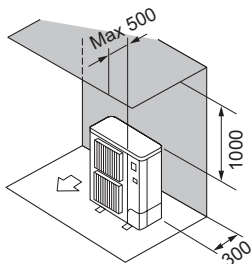

Fig. 2-7
- ② Samo prepreke sa zadnje strane i iznad (Fig. 2-7)